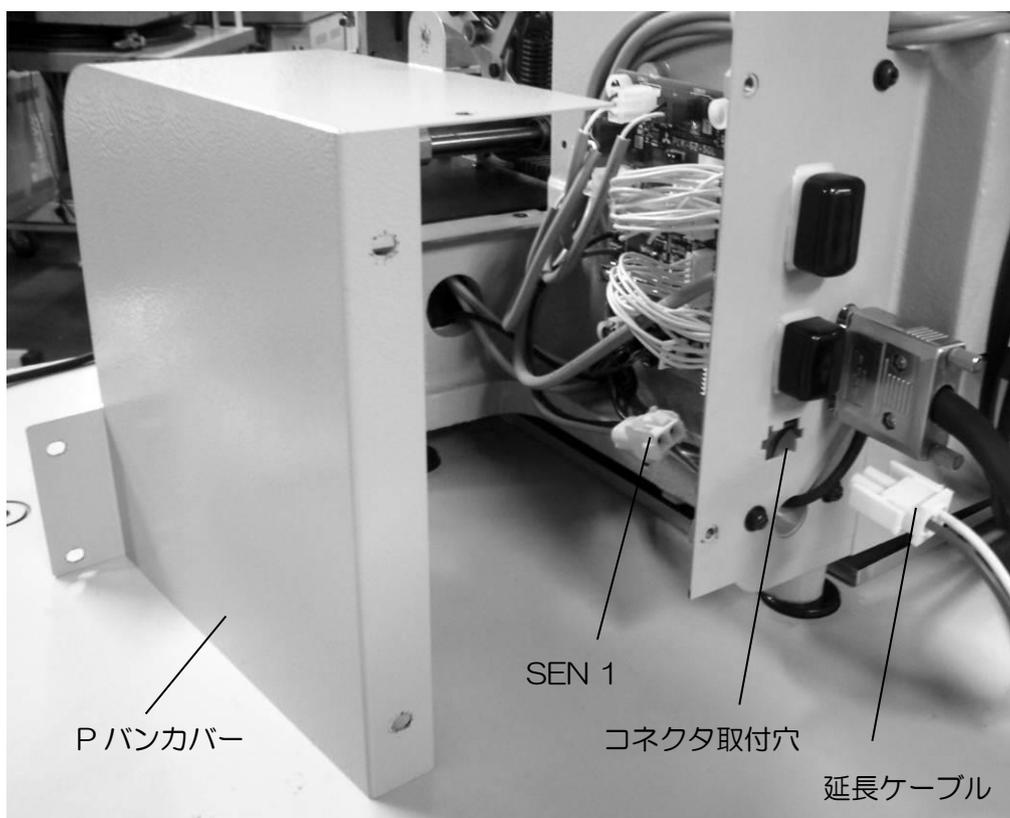

図 1
- (1) 電源を切ります。
- (2) Pバンカバーを外します（このPバンカバーはI/O 拡張ユニット取付後では使用しません）。
- (3) Pバン電源用の延長ケーブルを抜きます。
- (4) 図 1 に示すコネクタ「SEN 1」をコネクタ取付穴から外します。